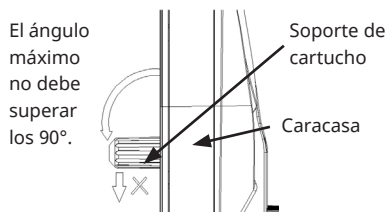
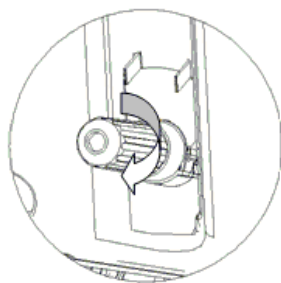

Figura 10
Figura 12
- Asegúrese de que el regulador de presión situado en la parte superior de la tapa esté en la posición „-“. Gire el soporte del cartucho en un ángulo apropiado desde la cubierta superior hacia afuera. El ángulo debe ser de 90 grados como máximo. Afloje el soporte del cartucho de CO₂ (vea la Figura 10). Inserte un cartucho de CO₂ en el soporte y apriete el cartucho rápida y suavemente (en el sentido de las agujas del reloj, suelto en el sentido contrario) hasta que oiga un clic (Figura 12), indicando que la tapa ha sido perforada y que el dióxido de carbono está fluyendo libremente en el barril. La válvula de presión de gas se gira hacia arriba y se bloquea en su lugar en la cubierta superior. Cuando reemplace el cartucho de gas, proceda en orden inverso (asegúrese de que el cartucho de gas esté vacío cuando lo reemplace).